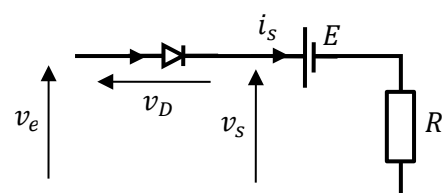

Figure 13 : charge RE
- Charge R et $E = \frac{V}{2}$ (Figure 13)